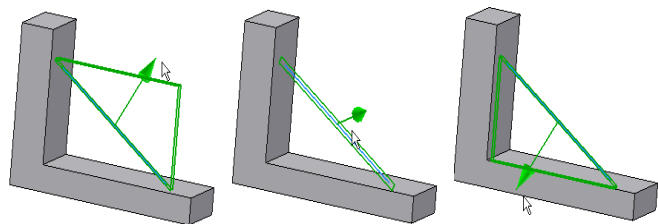

图 3-61 加强筋轮廓预览
(5) 指定加强筋的方向，当鼠标指针在轮廓附件移动时，会出现加强筋轮廓的预览，方向箭头是指明加强筋是沿平行于草图图元的方向延伸，还是沿垂直的方向延伸，如图 3-61 所示，单击以确定方向。